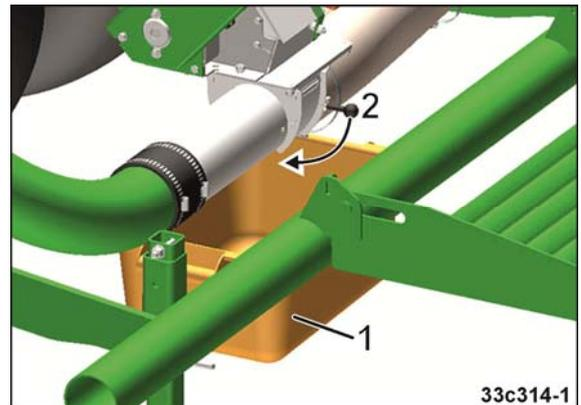

Fig. 52
3. Auffangbehälter unter Dosierer stellen (Fig. 52/1).
4. Injektor-Schleusenklappe (Fig. 52/2) öffnen.
Quetschgefahr beim Öffnen und Schließen der Injektor-Schleusenklappe (Fig. 52/1)!
Injektor-Schleusenklappe nur an der Lasche (Fig. 52/2) anfassen, sonst besteht Verletzungsgefahr beim Zuschlagen der federbelasteten Injektor-Schleusenklappe.
- o Injektor-Schleusenklappe mit besonderer Vorsicht schließen (siehe Fig. 52, Seite 71),
- o Injektor-Schleusenklappe mit besonderer Vorsicht schließen (siehe Fig. 52, Seite 71)